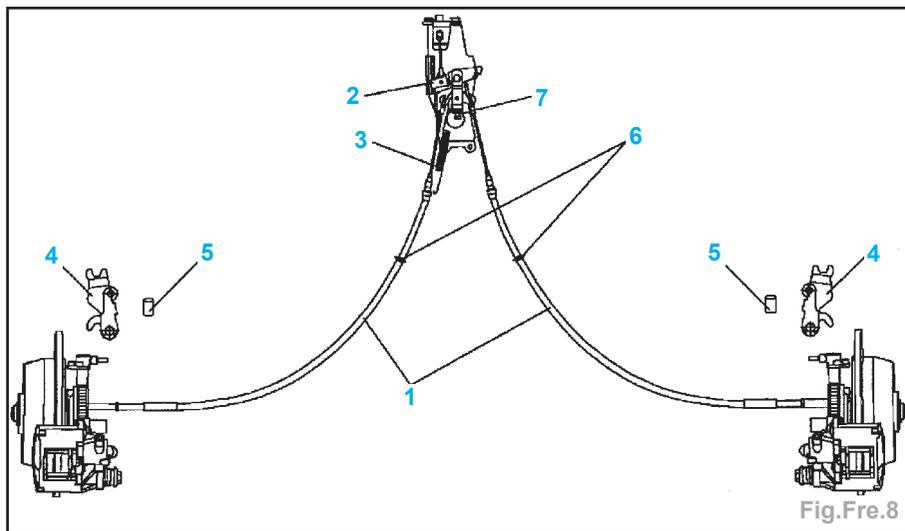

Fig.Fre.8
- Détendre le câble arrière du frein de stationnement (1) au moyen de la vis de réglage (7) (Fig.Fre.8).
- Décrocher les câbles arrière de frein (1) au niveau du dispositif de compensation automatique de la longueur de câble.
- Déposer les câbles arrière (1) du guide de câble (6). Lors de la repose, remplacer le serre-câble.